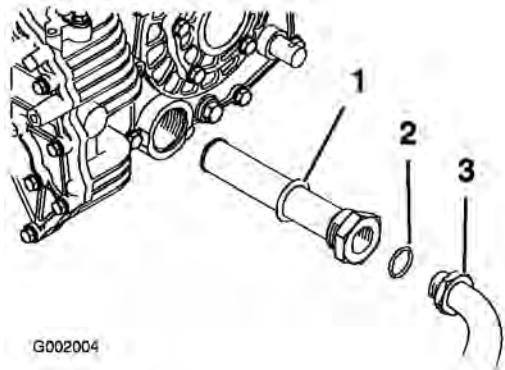

Figura 66
5. Togliete il flessibile idraulico ed il connettore a 90° (Figura 66).